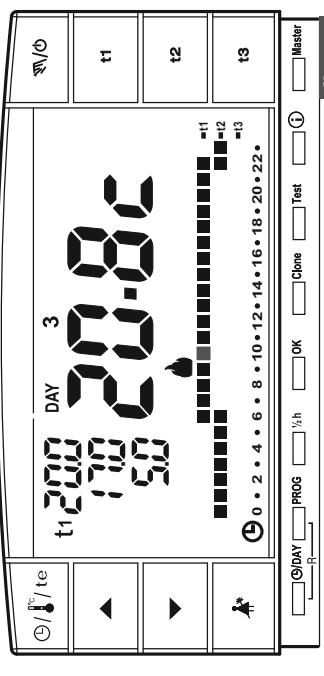

fig. 6
- Sul display appariranno: il numero del giorno attuale, la temperatura ambiente e la scalare termica sulle 24 ore come da programma con il digit lampeggiante corrispondente all'ora attuale (esempio in fig. 6).